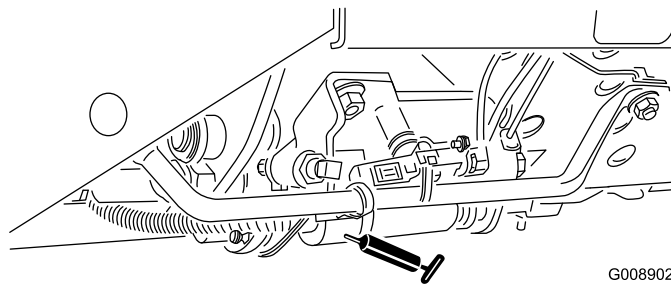

**Figure 49**
- Mécanisme de réglage du point mort (Figure 49)